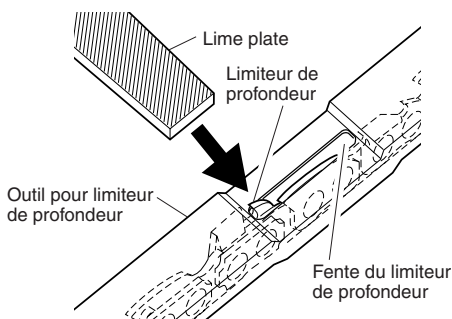

Figure 23 - Position de l'outil pour limiteur de profondeur sur la chaîne
1. Placer l'outil pour limiteur de profondeur fermement par-dessus 2 taillants. S'assurer que le limiteur de profondeur entre dans la fente de l'outil. (voir la Figure 23.)